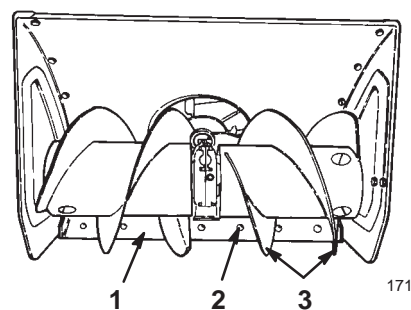

Figure 27
6. Placez un support sous les lames de la tarière pour qu'elles se trouvent au moins à 3 mm du sol (Fig. 27).
8. Pour corriger la position de la lame racleuse, desserrez les boulons de carrossier qui la fixent au carter de tarière (Fig. 27), mettez-la à la hauteur voulue et resserrez les boulons.